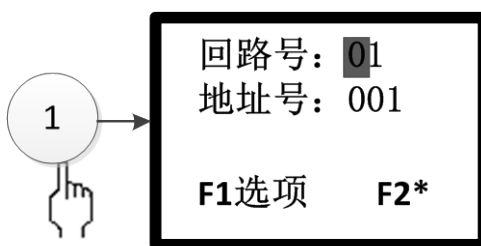

图 3-16
按下数字 1 键或光标移至①后按确认键，可进入地址界面（如图 3-16 所示）。进入本界面后，可以设置某个